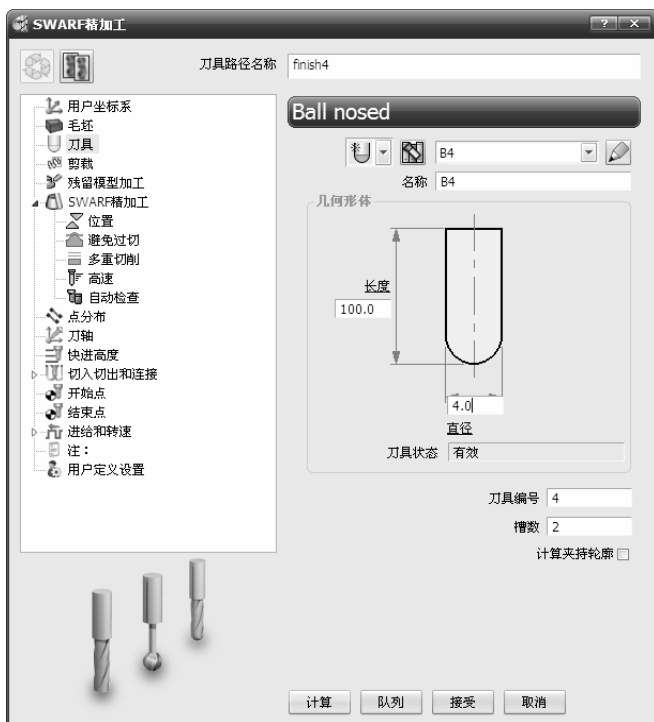

图 5-50 “SWARF 精加工”对话框
2) 在弹出的“SWARF 精加工”对话框中设置相关参数, 如图 5-50 所示。